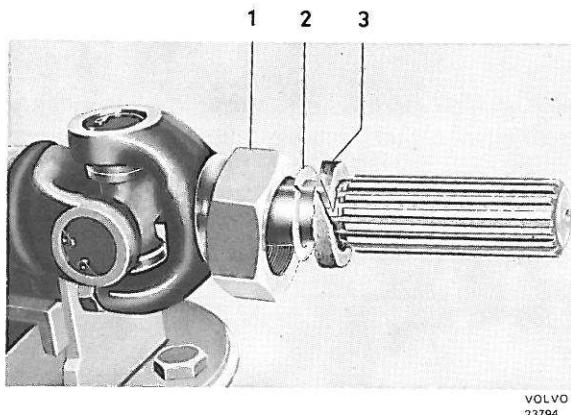

Figure 19. Contre-écrou pour roulement de butée, ancien modèle
2. Poser l'écrou, la rondelle et le joint de feutre sur l'arbre cannelé, s'il s'agit d'un écrou appartenant au type représenté sur la figure 19. S'il s'agit du type muni d'un soufflet caoutchouc, il peut être vissé directement sur le cardan avant. Ne pas oublier la rondelle de verrouillage. Mettre aux surfaces de glissement de l'arbre cannelé une mince couche de graisse au bisulfure de molybdène. Réassembler les cardans avant et arrière. Lors du remontage, il convient de veiller à ce que la fourche sur le cardan avant et celle sur l'arbre cannelé se trouvent dans le même plan, (voir 5, figure 3).